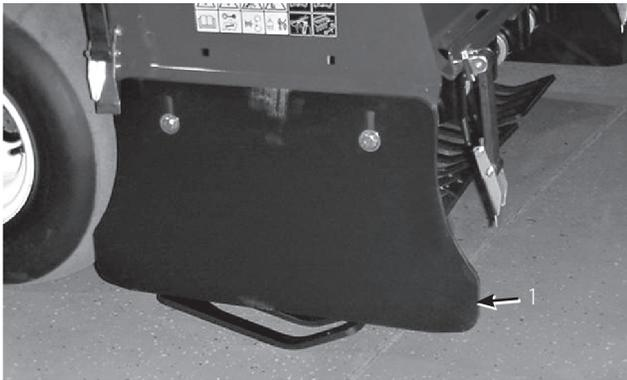

図 55
1. サイド・シールドをフレームに固定しているボルトとナットをゆるめる (図55)。